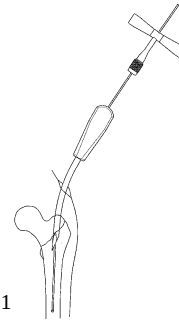

図1
- 1) 骨折部を整復後、中空オウルにて大転子頂部を開創し、T 型ガイドワイヤーハンドルにて把持したガイドワイヤーを挿入します。（図1）